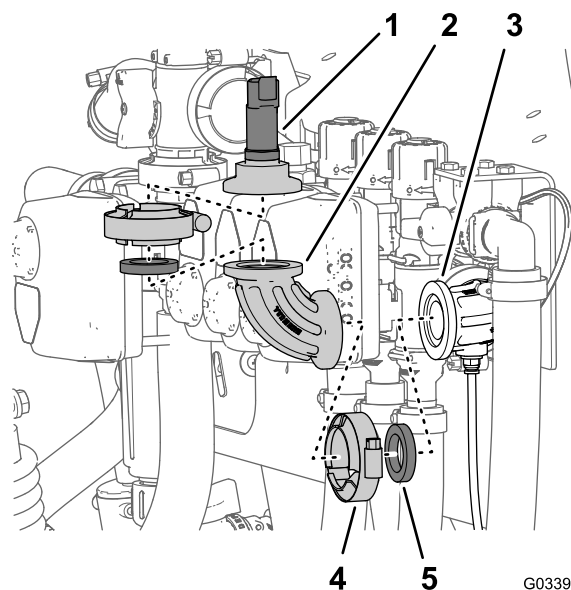

Figura 38
2. Retire la abrazadera para bridas que sujeta el transductor de presión al acoplamiento de 90° y retire el transductor, la junta y la abrazadera (Figura 38).
4. Retire la abrazadera para bridas que sujeta el acoplamiento de 90° al acoplamiento de 90° con conector para el tubo del sensor, y retire el acoplamiento de 90°, la junta y la abrazadera (Figura 38)